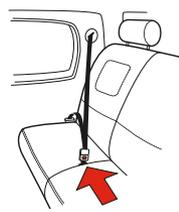

Figura 12
- Hebilla y sujetador de cinturón de regazo adelante de la entrante del asiento: El cinturón de regazo o la parte que va en él o la hebilla sale de la parte inferior del asiento del vehículo adelante del respaldo del asiento, según se ilustra en la **Figura 12**.